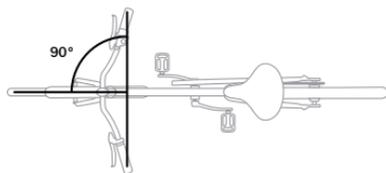

Figura 1.3: Corretto allineamento tra manubrio e sella.
- Verificare che il manubrio sia a 90 gradi rispetto alla ruota (Figura 1.3).
- Verificare che la sella sia in asse con il centro della bici (Figura 1.3).